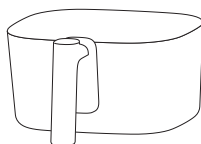

Fig 1
1. Pentola per friggere: la pentola per friggere è la pentola principale per la cottura degli ingredienti, con una capacità massima di 4 litri (Fig. 1).